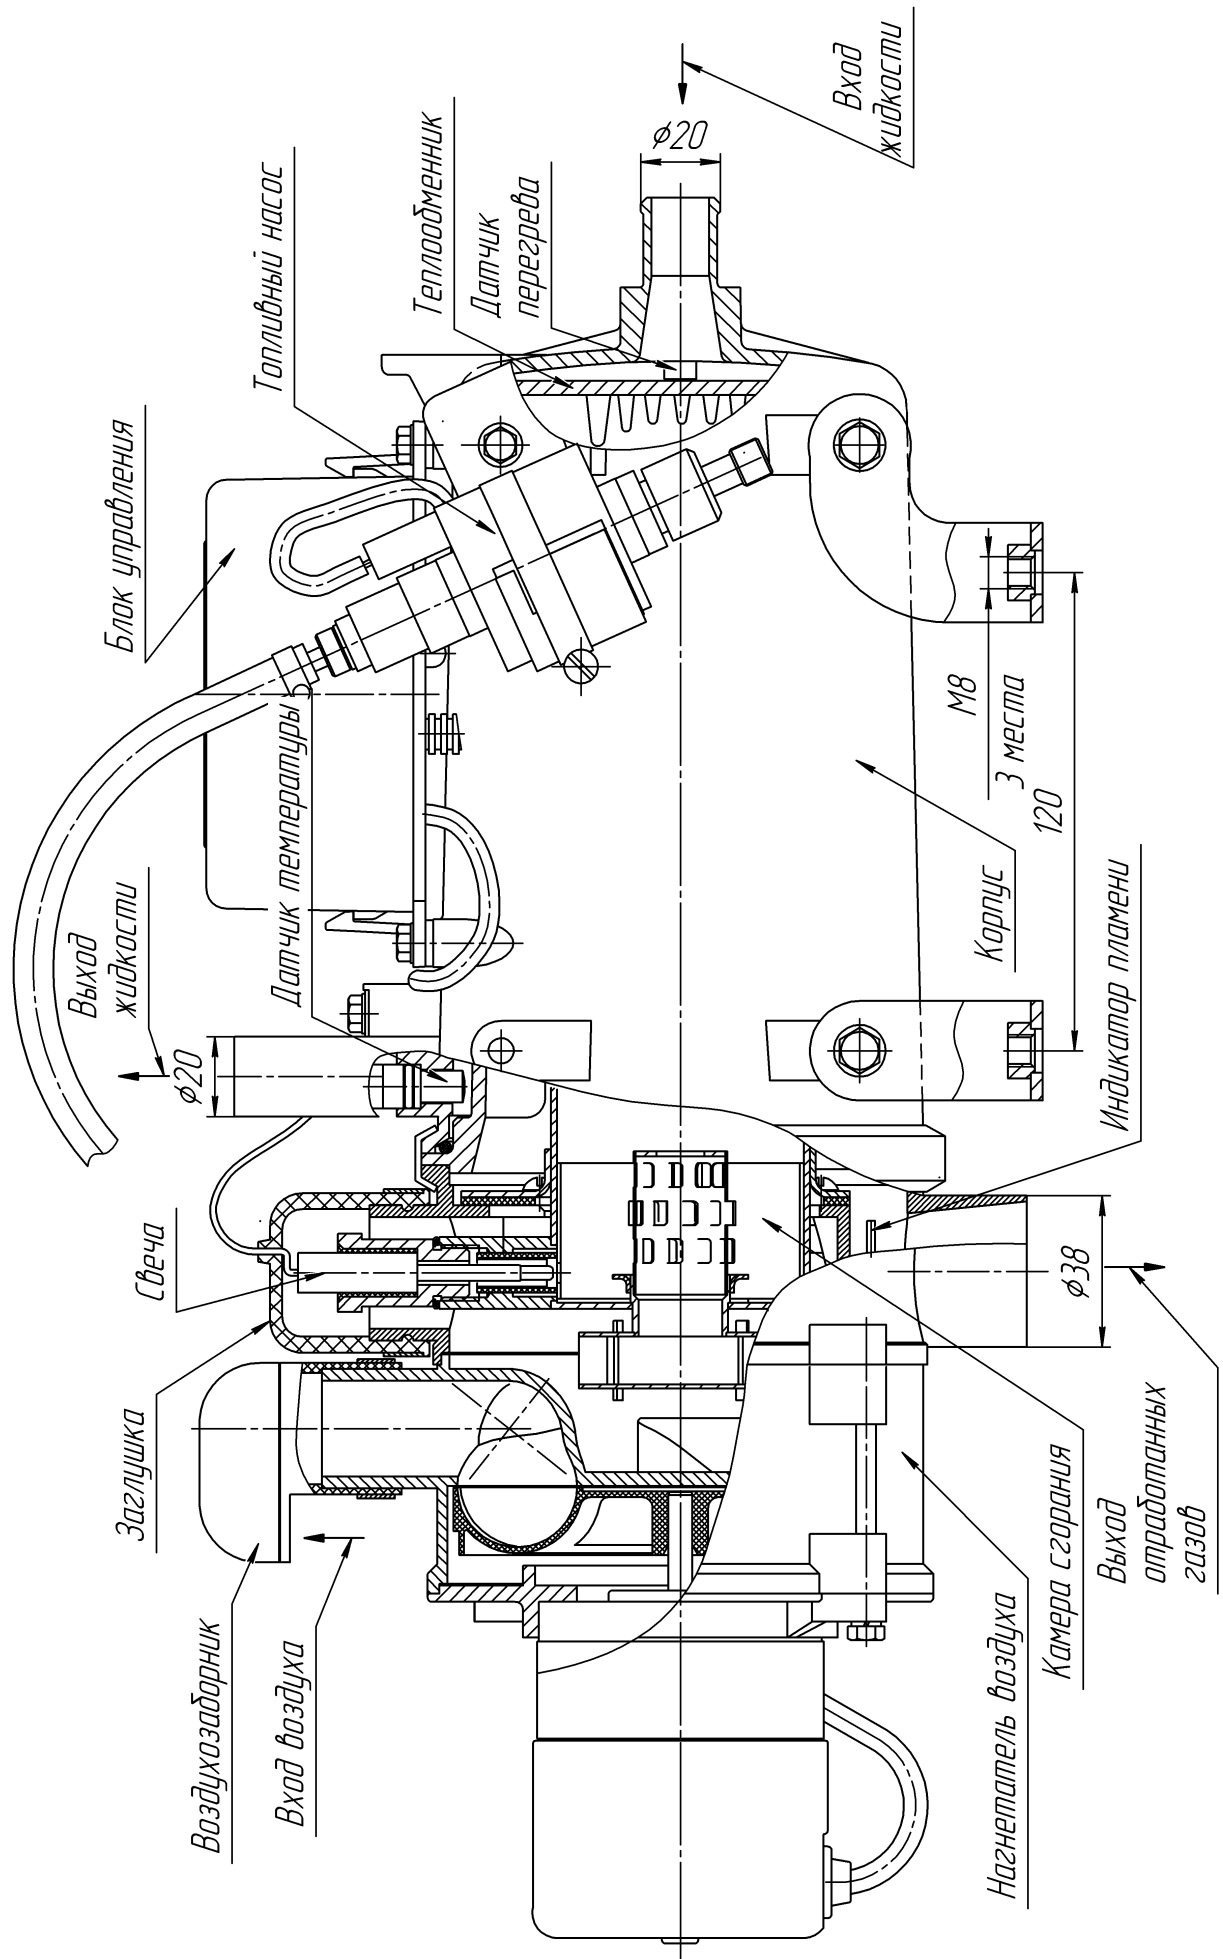

Рис. 3 – Основные узлы нагревателя
- нагреватель (основные узлы нагревателя показаны на рис. 3);